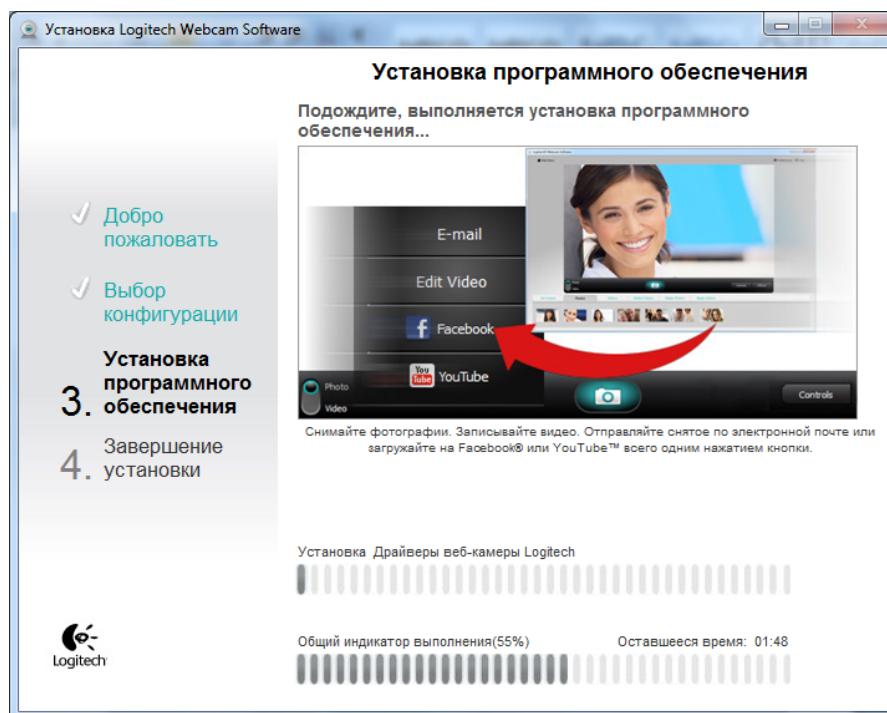

Рисунок 15.5
5. Подождать пока драйвера устанавливаются (Рисунок 15.5).